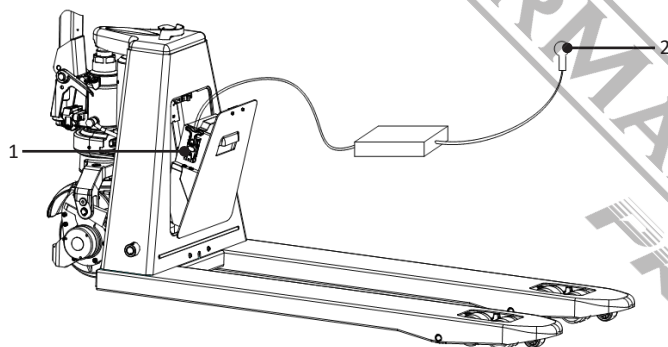

Fig. 17
4. Collegare l'estremità di uscita (1) del caricabatterie alla batteria. (Fig. 17)
5. Collegare l'estremità di ingresso (2) all'alimentazione esterna. (Fig. 17)